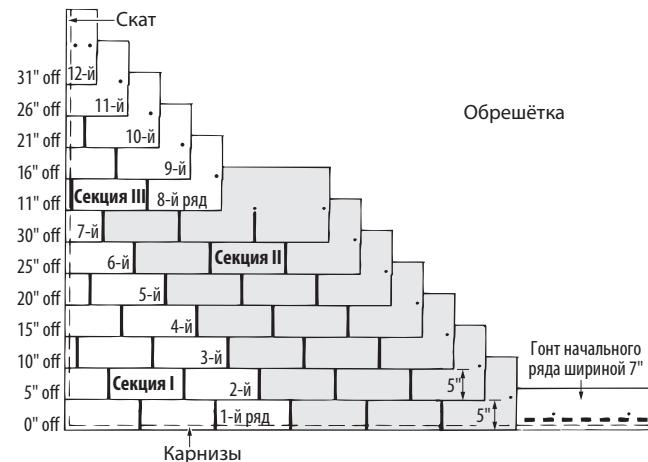

Рис. 13-9. Метод укладки с отрезанием по пять дюймов и монтажом с уступом по диагонали.
ГОНТЫ «СЕКЦИИ II»: Все гонты «Секции II» оставляются целыми. Эти гонты будут уложены встык с гонтами «Секции I», с которой начинаются ряды с первого по седьмой. Закрепите все гонты обычным образом (Рис. 13-9).
1. Начните укладку «Секции III» в восьмом ряду с гонта, который был обрезан с левого края на 28 см. Уложите кусок шириной 63,5 см над гонтами седьмого ряда, расположив его вровень с левым краем гонта седьмого ряда и оставив гонт седьмого ряда открытым на 12,7 см. Закрепите гонт в двух стандартных местах, а также на расстоянии 3,2 см внутрь от левого края (Рис. 13-9).
2. Последующие четыре ряда, до двенадцатого ряда включительно, должны начинаться с гонта, который на 12,7 см короче, чем первый гонт предыдущего ряда. Таким образом, первый гонт девятого, десятого, одиннадцатого и двенадцатого рядов будут иметь длину 50,8 см, 38,1 см, 25,4 см и 12,7 см, соответственно. Если у вас возникли затруднения, обратитесь к схеме на Рис. 13-9. Обратите внимание, что открытый участок гонта в каждом ряду должен составлять 12,7 см. Закрепите гонт в стандартных местах и на расстоянии 3,2 см от каждого края. Уложите ряды по всей длине крыши с помощью целых гонтов.